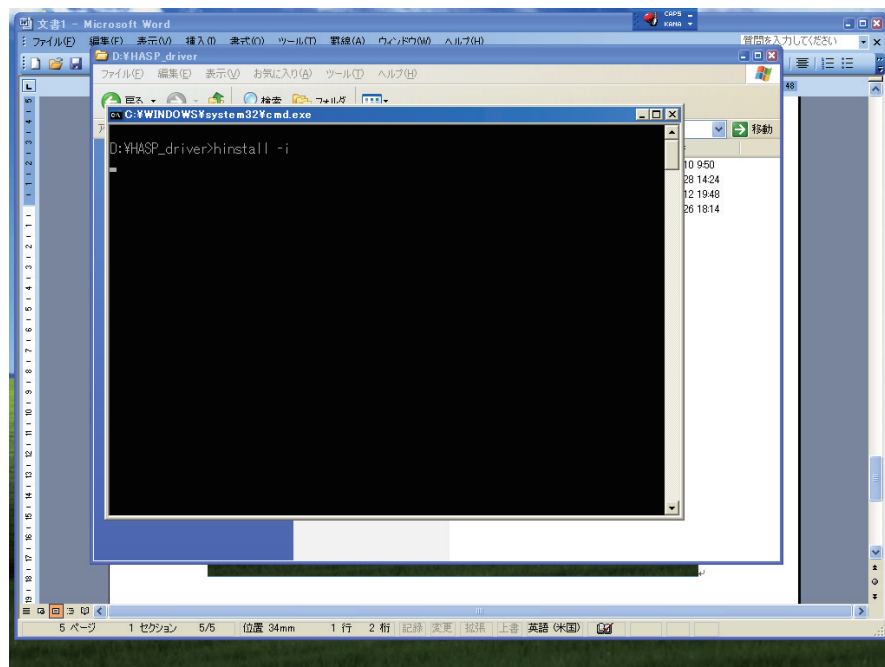

図4-6-6
- 6 「hasp」をダブルクリックすると、以下の画面が表示され、デバイスドライバのインストールが開始されます(図4-6-6)。